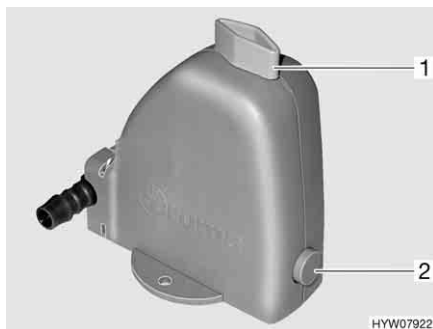

Fig. 188 Válvula de seguridad/purga de la caldera
La caldera está equipada con una válvula de seguridad/purga (Fig. 188). La válvula de seguridad/purga evita que el agua de la caldera se congele cuando no esté conectada la calefacción en caso de helada.
- Cerrar la válvula de seguridad/purga. Para ello, girar el botón giratorio (Fig. 188,1) a la posición transversal en referencia a la válvula de seguridad/purga y hundir el botón (Fig. 188,2).
- Abrir la válvula de seguridad/purga. Para ello, girar el botón giratorio (Fig. 188,1) a la posición longitudinal en referencia a la válvula de seguridad/purga. El botón (Fig. 188,2) salta hacia fuera. La caldera se vacía hacia fuera a través de la válvula de seguridad/purga.